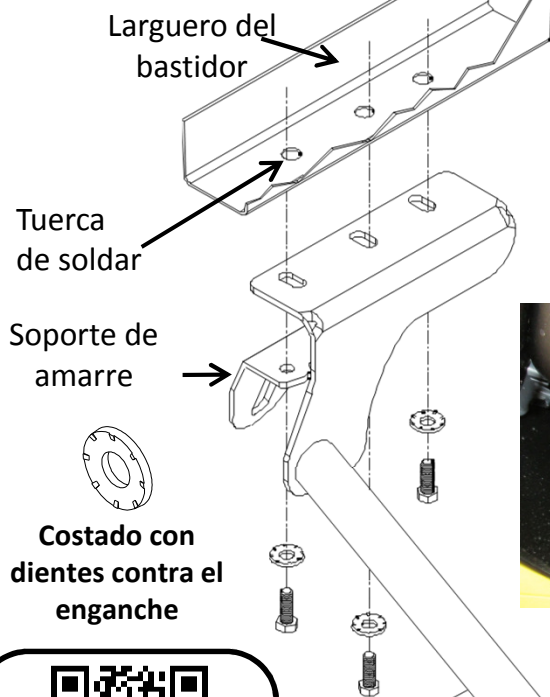
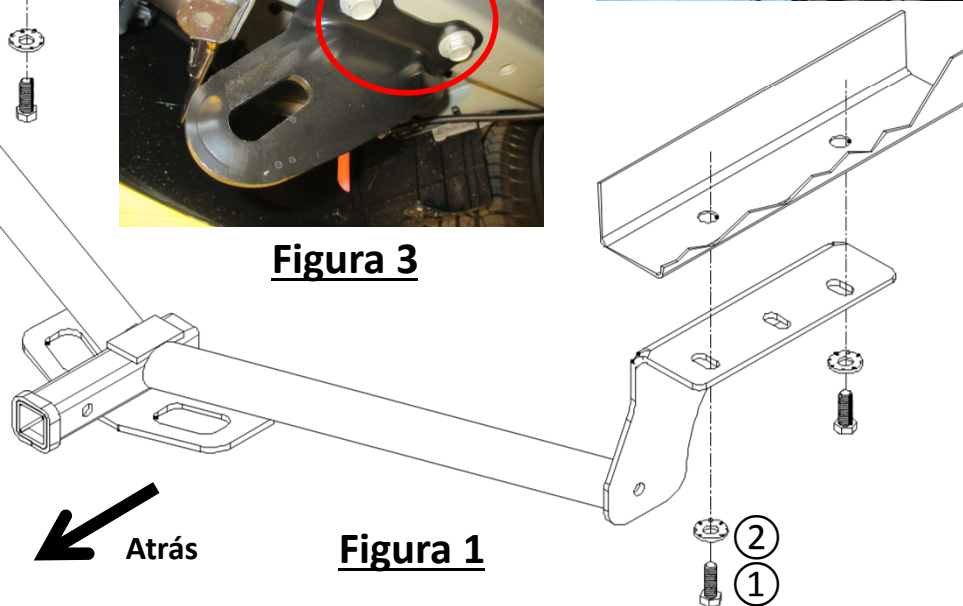

Figura 3
Figura 4
- Remoción del soporte de amarre: utilizar una llave de 17 mm para retirar los (2) pernos del soporte, ver Figura 3.
- Bajar el escape: retirar (1) aislante de goma de la barra de escape en el lado del pasajero.
- Remoción de la barra de escape: utilizar una llave de 12 mm para retirar (2) pernos que sujetan la barra de escape cerca del colector del baúl, ver Figura 4. Devolver los pernos al propietario del vehículo.
- Instalación del enganche: levantar el enganche a su posición sobre las tuercas de soldar existentes y sin apretar instalar el perno M12 ① y la arandela cónica ② en las tuercas de soldar.
2. Remoción del soporte de amarre: utilizar una llave de 17 mm para retirar los (2) pernos del soporte, ver Figura 3.
3. Bajar el escape: retirar (1) aislante de goma de la barra de escape en el lado del pasajero.
4. Remoción de la barra de escape: utilizar una llave de 12 mm para retirar (2) pernos que sujetan la barra de escape cerca del colector del baúl, ver Figura 4. Devolver los pernos al propietario del vehículo.